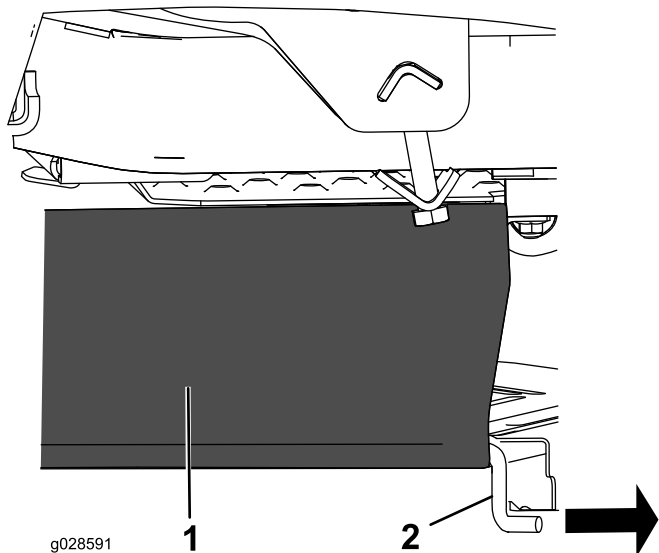

図7
1. 既存のサポートロッドをデッキカーテン 図7の中から抜き出す。バガーなしで使用する場合のためにロッドは保管する。